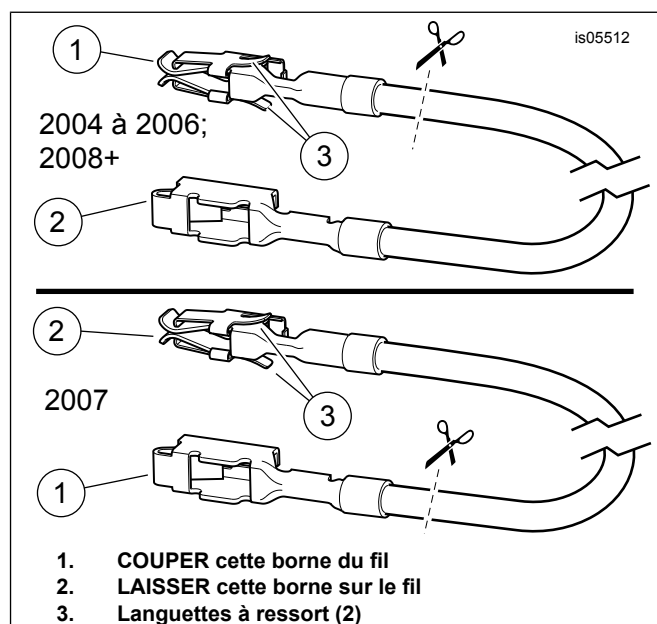

Figure 13. Fil adaptateur de bloc fusibles (modèles FL Touring)
- Prendre le fil adaptateur orange/blanc (9) du bloc fusibles dans le kit. **Pour les modèles de 2004 à 2006** : bien noter la borne à chaque extrémité (voir Figure 13, **vue de dessus**). Seule la borne **SANS les languettes à ressort** convient à la cavité de fusible. Couper avec soin la borne **AVEC les languettes à ressort** du fil et la jeter. **Pour les modèles 2007** : Bien noter la borne à chaque extrémité (voir Figure 13, **vue de dessous**). Seule la borne **AVEC les languettes à ressort** convient à la cavité de fusible. Couper avec soin la borne **SANS les languettes à ressort** du fil et la jeter.